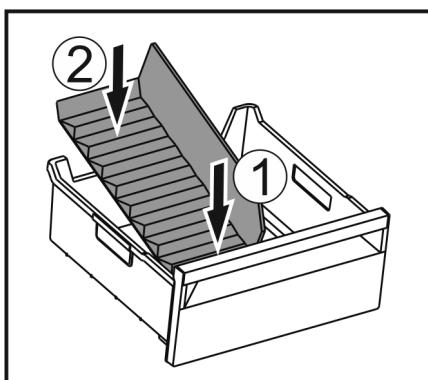

Fig. 148
- Поставете предната част на разделителя на отделението за лед. Fig. 148 (1)
- Спуснете задната част на разделителя на отделението за лед до дъното на чекмеджето. Fig. 148 (2)